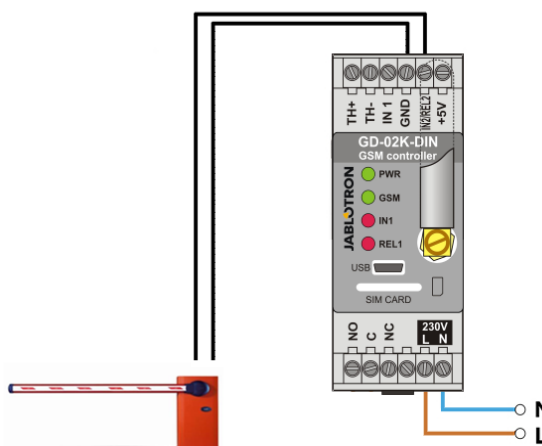

Figura 2: GD-02K-DIN come dispositivo di controllo gate.
- Questa applicazione richiede un contatto da collegare all'uscita REL2/GND e all'ingresso bassa tensione di un gate sottoposto a controllo (vedi Figura 2).